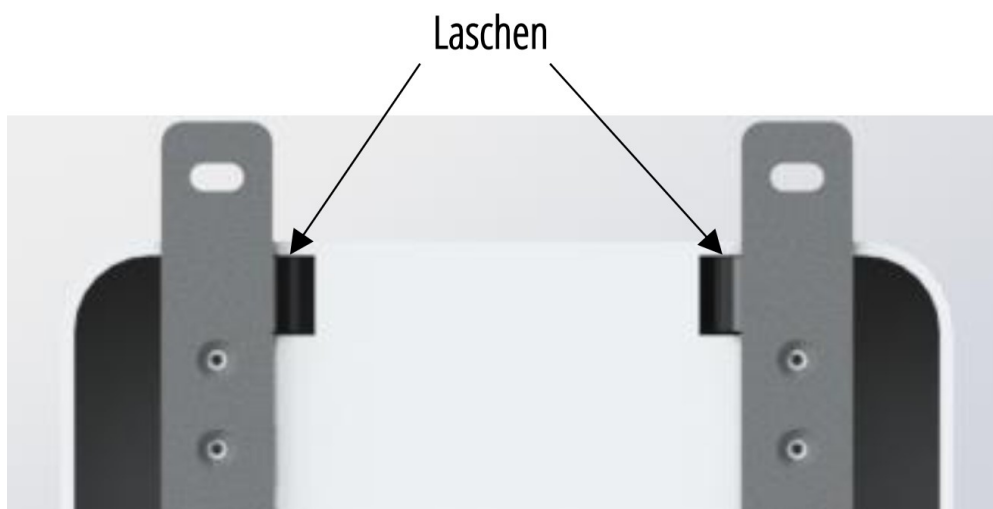

Abbildung 1. Anordnung der Befestigungsplatten
1. Die beiliegenden Befestigungsplatten (links/rechts) sind mit je vier selbstschneidenden Schrauben rückseitig an die Wallbox zu montieren. Dabei ist darauf zu achten, dass die abgekanteten Laschen zur Gehäusemitte hin orientiert sind (Vgl. Abbildung 1).